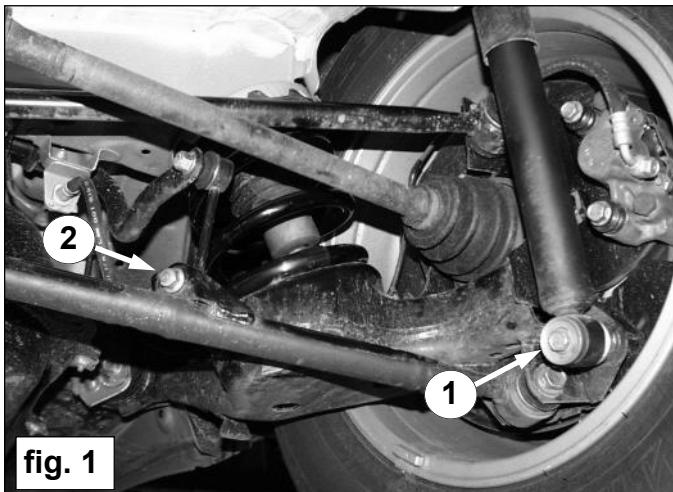

fig. 1
1. Demonteer de onderste schokdemperbout **1** en de bevestiging van de stabilisatorstang aan de achteras **2**. Zie fig. 1.
1. Dismount the lower shock absorber bolt **1** and the fastening of the stabilisation bar to the rear axle **2**. See fig. 1.
1. Demontieren Sie den untere Stoßdämpferbolzen **1** und die Befestigung der Stabilisatorstange zu den Hintenachse **2**. Sehe fig. 1.
1. Démontez le boulon inférieur de l'amortisseur **1** et la fixation de la barre antiroulis de l'essieu arrière **2**. Voir fig. 1.